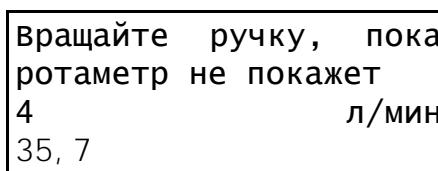

Рисунок 27 – Калибровка датчика расхода воздуха
5.5.6 Крутить ручку до тех пор, пока образцовый ротаметр не покажет 4 л/мин (см. рисунок 27).